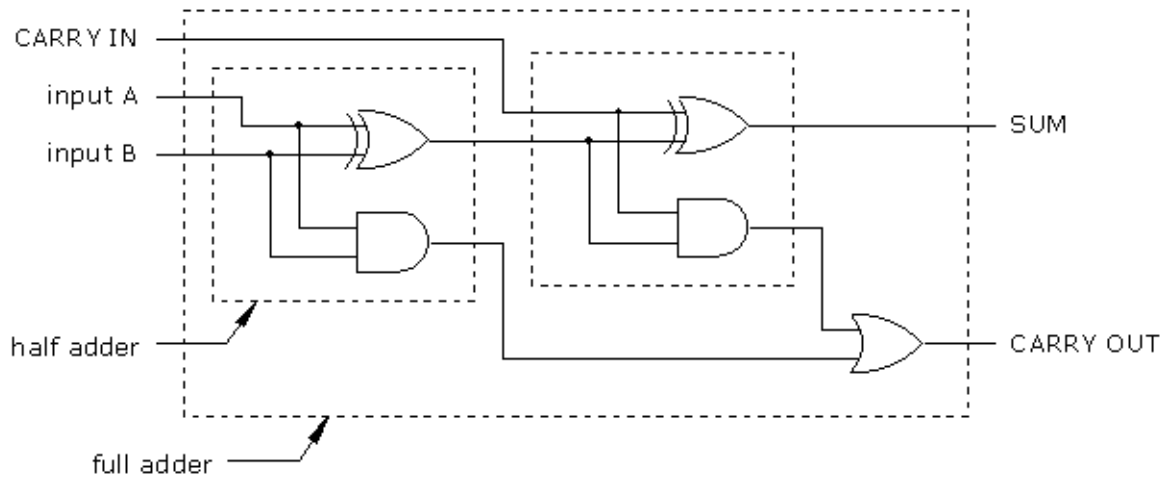

Figure 4 Een digram hoe een half adder en full adder in elkaar zitten (4008, n.d.)
In figure 4 worden de getallen A: 3 (011) en B: 6 (110) opgeteld. Hier zou 9 (1001) uit moeten komen. Dit is ook wat je in figure 4 ziet. Net zoals we in ons tientallig stelsel de tientallen overbrengen naar het volgende getal wordt dat in binaire gedaan met de eenen.